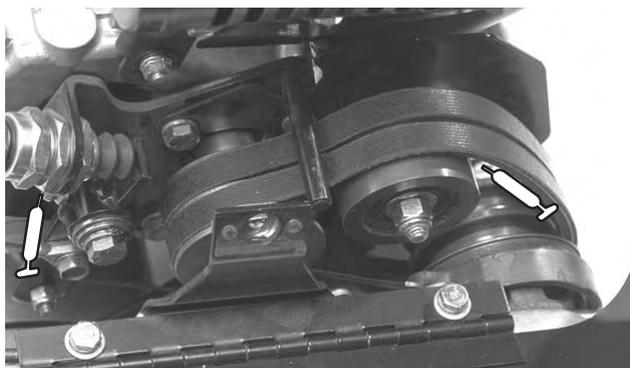

Figure 27
- 2 sur les pivots de renvoi de courroie (Fig. 27).